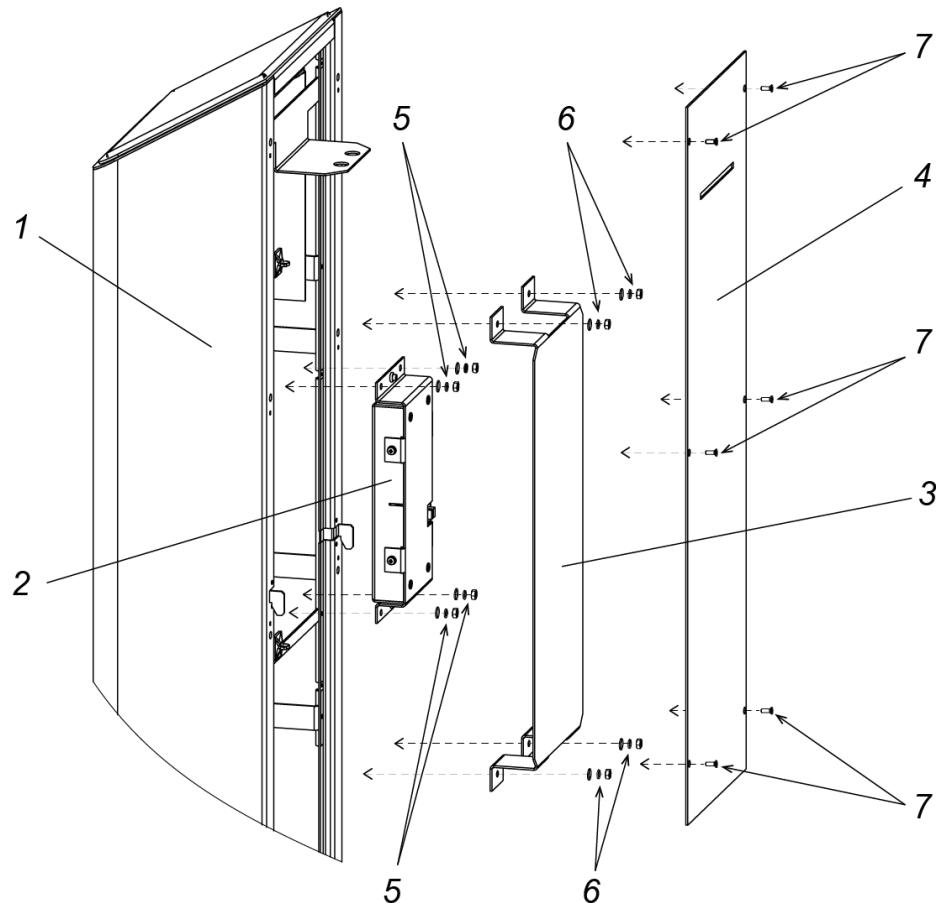

Рисунок 20. Блок постоянной индикации стандартного бокового модуля
- у стандартного бокового модуля (см. рис. 20):
- снимите пластины (4, рис. 20), для чего открутите 6 винтов (7, рис. 20),
- снимите кронштейн (3, рис. 20), для чего открутите 4 гайки с шайбами (6, рис. 20),
- снимите блок индикации (2, рис. 20), для чего открутите 4 гайки с шайбами (5, рис. 20).